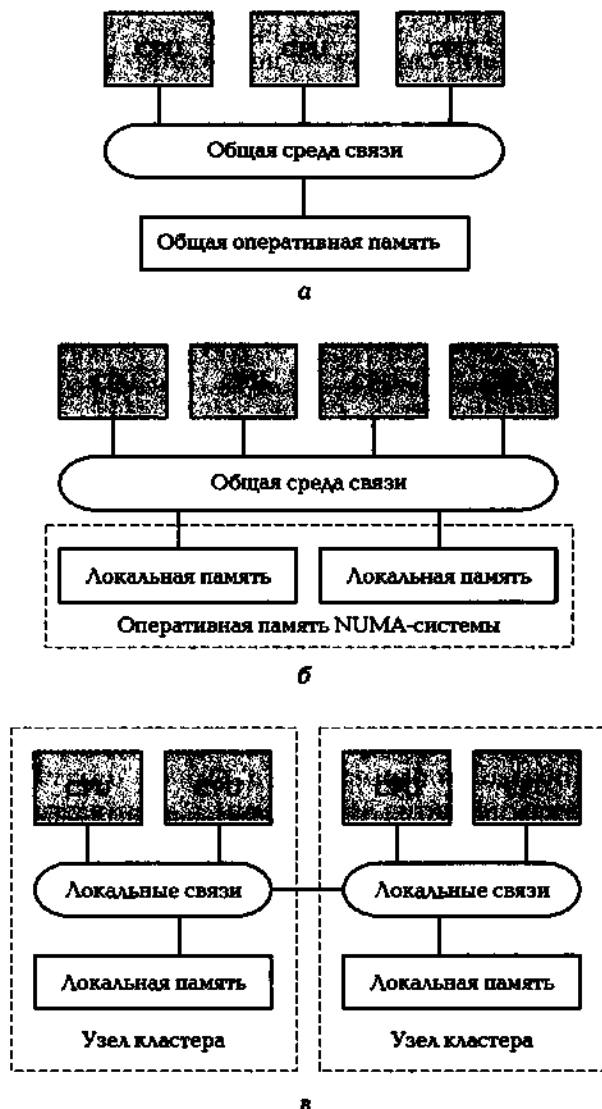

Рис. 2.12. Варианты архитектур многоядерных систем:
1. SMP-системы (*Symmetrical Multi Processor systems*) (рис. 2.12, а).
2. NUMA-системы (*Non-Uniform Memory Access systems*) (рис. 2.12, б).
3. Многопроцессорные системы — кластеры (рис. 2.12, в).